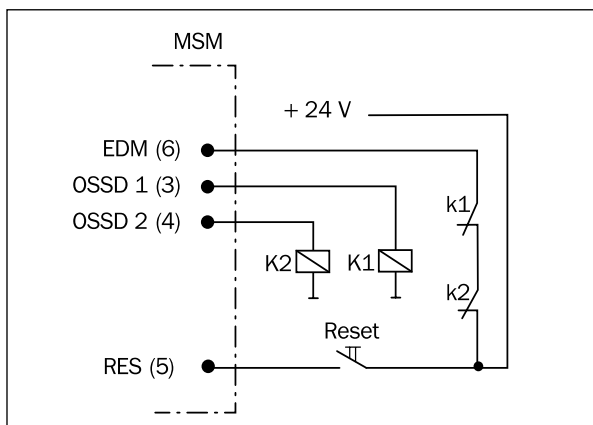

Fig. 9: Ejemplo de circuito con variante Override integrada
**Indicación** Es recomendable emplear el bloqueo de arranque interno MSL según el siguiente esquema de conexiones (Fig. 9).